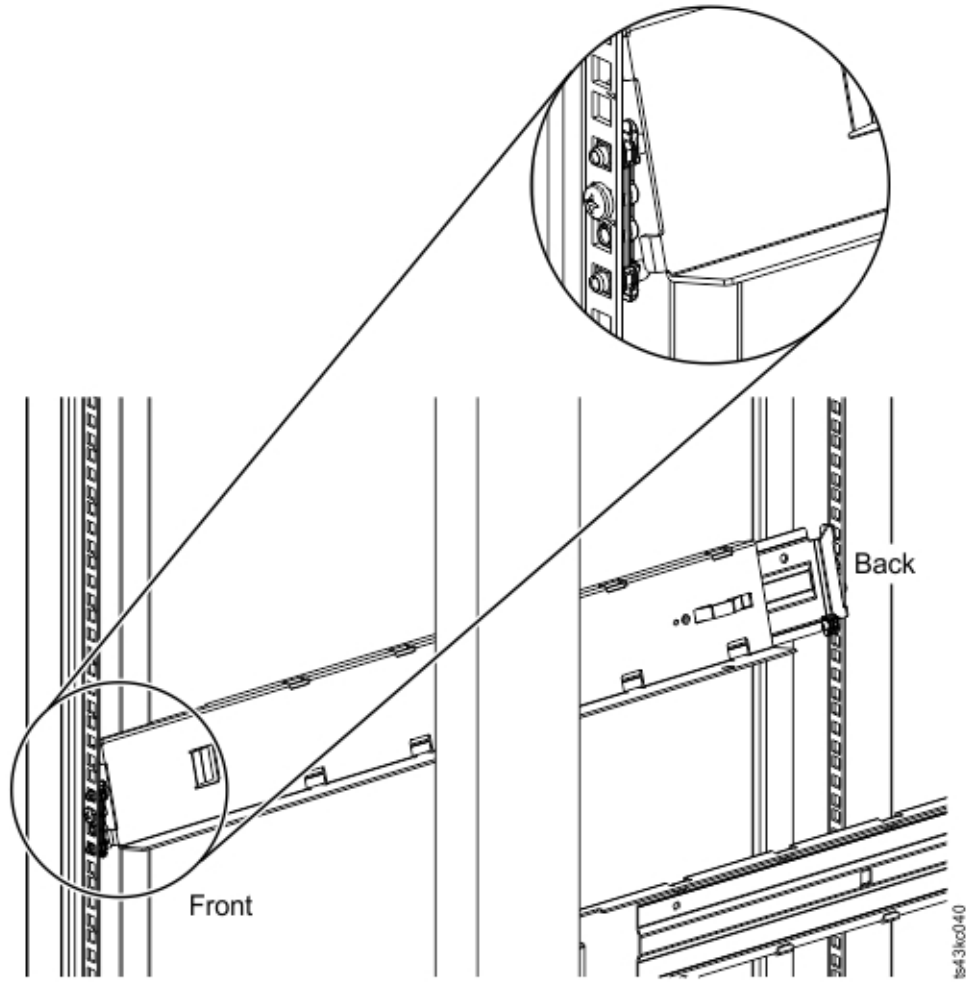

Abbildung 40. Schienen an Anschlüssen anbringen
- d. Bringen Sie die linke Einschubschiene an den Anschlüssen an. Siehe Abb. 40 auf Seite 45.